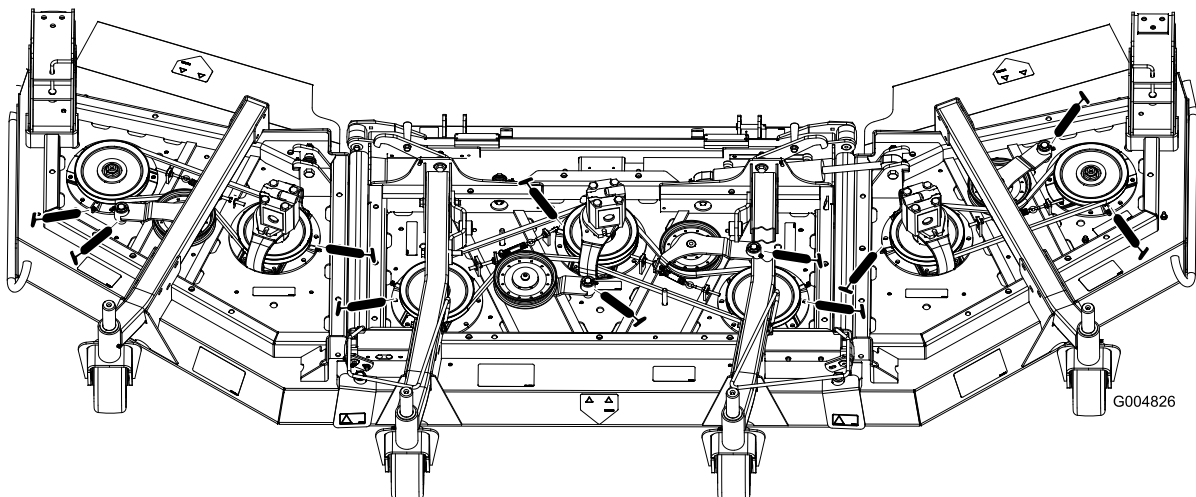

Bild 42
- Spindelwellenlager (3) (Bild 42)
- Spannarm-Drehbüchsen (2) (Bild 42)